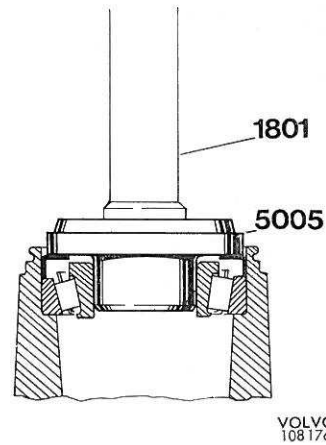
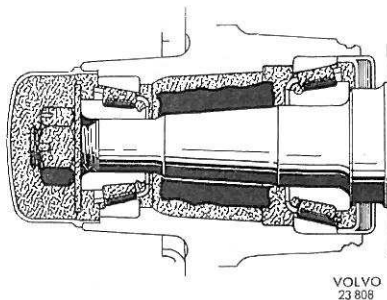

Figure 31. Montage de la rondelle d'étanchéité
Figure 30. Graissage des roulement de roues avant
8. Remplir les roulements de graisse. Se servir pour ce travail d'un appareil de graissage ou, si l'on n'en dispose pas, mettre de la graisse à la main jusqu'à ce que tout l'espace entre la cage à rouleaux et le cône du roulement en soit rempli. Mettre également de la graisse sur les faces extérieures des roulements et sur les cuvettes des roulements qui sont enfoncées dans le moyeu. Remplir également le moyeu de graisse, jusqu'au petit diamètre de la cuvette du roulement extérieur (figure 30). Se servir d'une graisse de bonne qualité pour les roulements. Remettre le roulement intérieur en place dans le moyeu. Remonter la rondelle d'étanchéité en se servant du mandrin 5005 et de la poignée de base 1801 (figure 31).